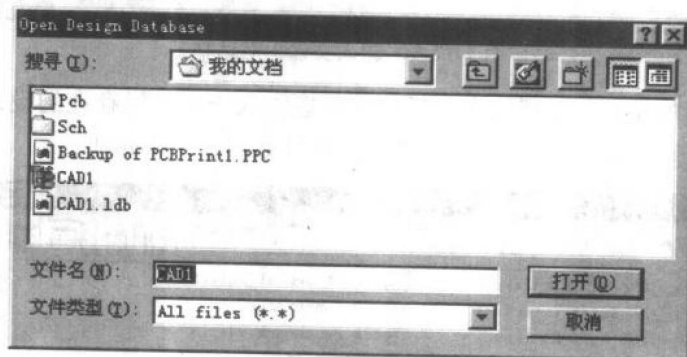

图 1-10 “打开设计数据库”对话框
(3) **Open** 打开已存在的设计数据库。执行该命令后, 系统将弹出如图 1-10 所示的对话框, 用户可以选择需要打开的文件对象或设计数据库。